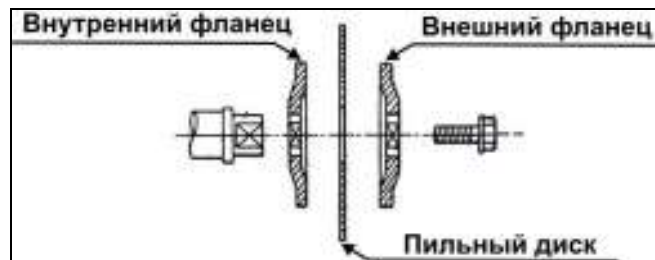
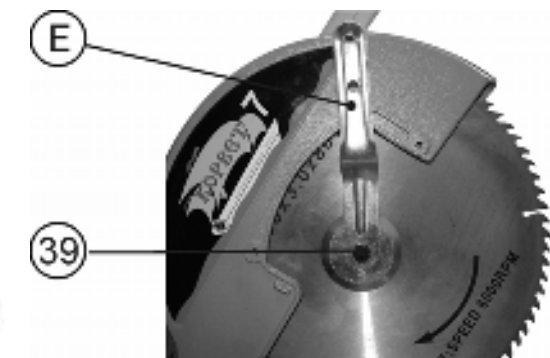

Рис. 13
Рис. 12
14.2.1. Установите пильный диск в соответствии с последовательностью, указанной Рис.13 так, чтобы зубья пильного диска были направлены вниз в передней части пилы, Рис.2. Затяните болт крепления (39), Рис.12, вращением против часовой стрелки, придерживая в нажатом положении кнопку фиксации (34) пильного диска (30), Рис. 8.
14.1.3. Нажмите на кнопку фиксации пильного диска (34), Рис.8. Используя входящий в комплект к пиле ключ (Е), Рис.1, отверните болт крепления пильного диска (39), Рис.12, поворачивая его по часовой стрелке (при этом, пильный диск не должен вращаться). Снимите внешний фланец и пильный диск, Рис.13.